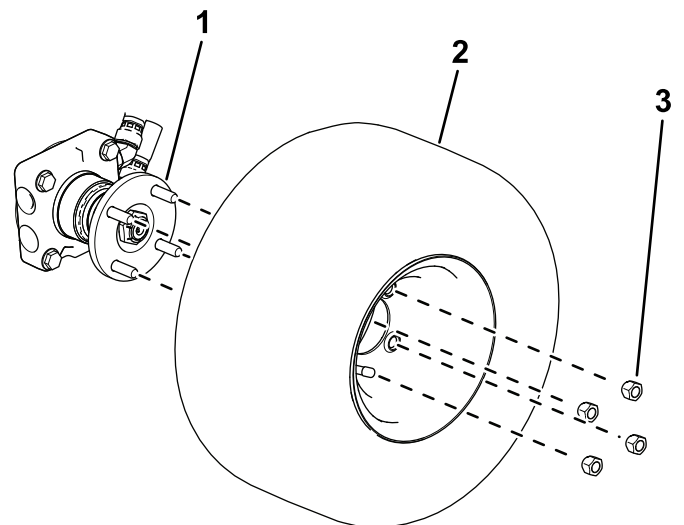

Bild 3
- Verwenden Sie vier Radmuttern, um das Rad an der Radnabe zu befestigen (Bild 3).